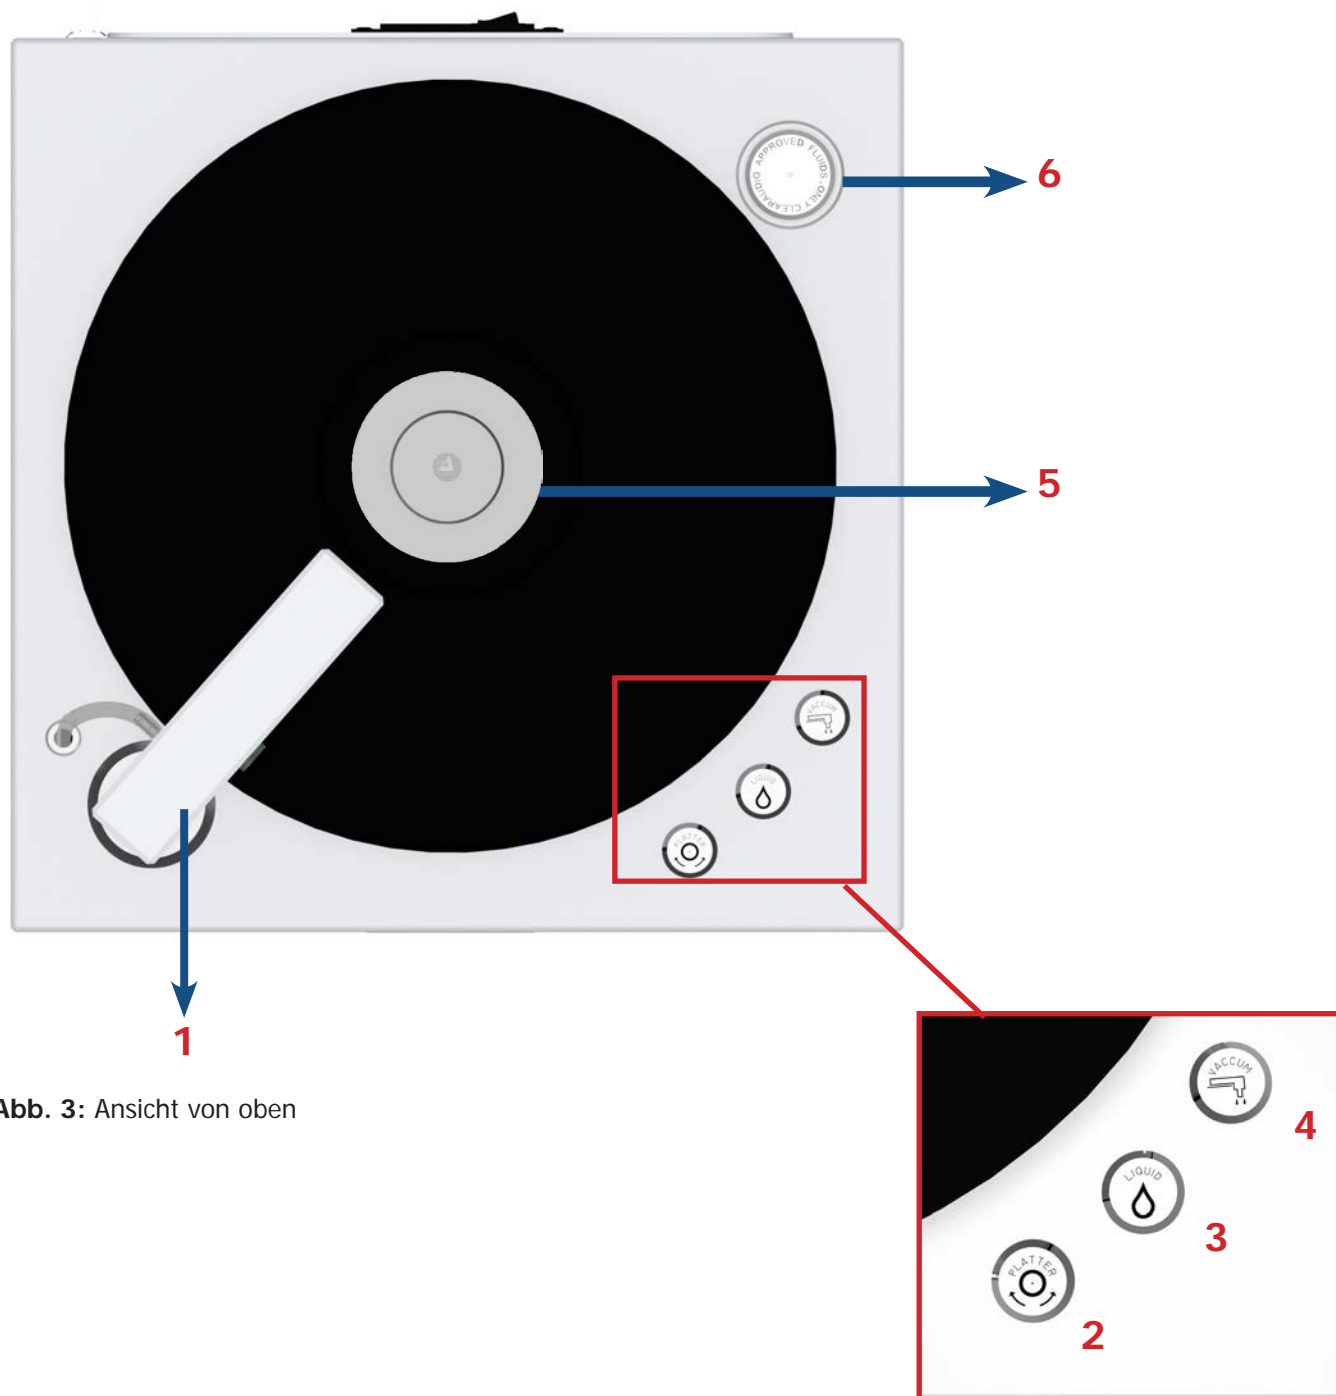

Abb. 3: Ansicht von oben
4. Durch betätigen und halten des Tasters „Liquid“ kann die Reinigungsflüssigkeit auf der Oberseite der Schallplatte nachdosiert werden. Wenn Sie durch den Flüssigkeitsauftrag eine gleichmäßige, lückenlose Benetzung der Schallplatte erreicht haben, empfehlen wir für eine normale Reinigung ca. 2-3 Umdrehungen in jeweils beide Richtungen. Um die Rotationsrichtung zu ändern betätigen Sie den untersten Knopf „Platter“ (Abb. 3, #2).